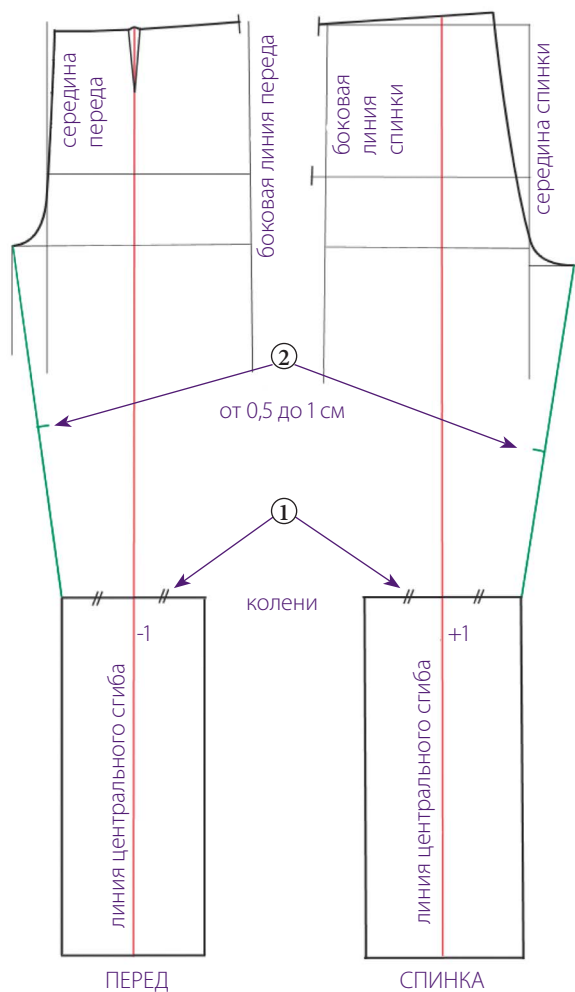

Рис. 1
② Соедините прямыми концы линий сидения (на спинке и переда) с наружными точками ширины ноги на линии коленей (зеленые линии на рис. 1). Затем, посередине каждой прямой линии начертите перпендикуляр длиной от 0,5 до 1 см. На практике эта величина зависит от телосложения или мерки окружности бедра (с. 148).